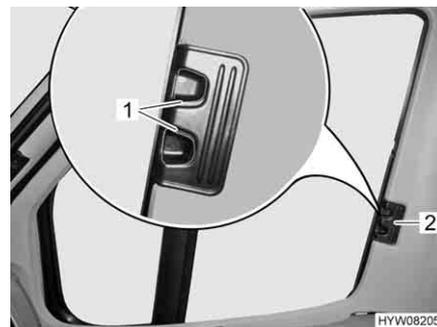

Fig. 32 Estor plegable para la ventana del conductor/acompañante
- Introducir los estores plegables para la ventana del conductor y la ventana del acompañante hasta el tope desplazando el tirador (Fig. 32,2).
- Dejar que engatillen los tiradores de desbloqueo (Fig. 32,1).